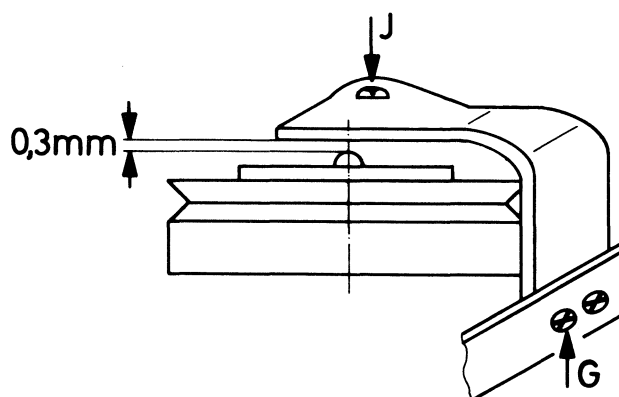

Fig. 8
- 6.2 Schraube "G" der Lagerplatte entfernen (Fig. 8).
- 6.4 Lagerplatte so festschrauben, daß die Achse des Schwungrades ein Spiel von ca. 0,3 mm hat. Das Spiel kann mit der Justierschraube "J" eingestellt werden (Fig. 8).
- 6.2 Remove screw "G" of bearing plate (Fig. 8).
- 6.4 Fasten bearing plate so that there is a clearance of about 0.3 mm of the flywheel shaft. The clearance can be adjusted with the screw "J" (fig. 8).